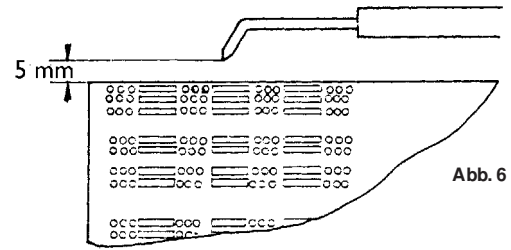

Abb. 6
- Die Stellung der Zündelektrode kontrollieren (Abb. 6).